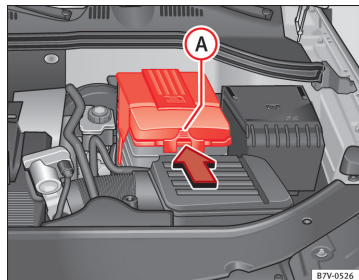

Fig. 175 I motorrummet: Sådan tages afdækningen til bilens batteri af.
- *I tilfælde af en afdækning:* Tryk tappen ⇒ Fig. 175 A i pilens retning, og tag afdækningen opad og af.